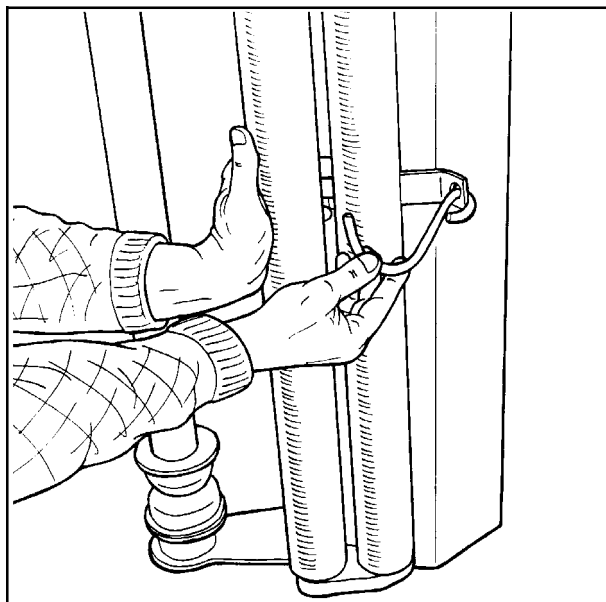

Fig. 6-1
6.1 Når plastrullen skal monteres, må forstrekker-rollene holdes til siden. Hold rullene ut til siden og sett på holdekroken. (Se fig. 6-1).